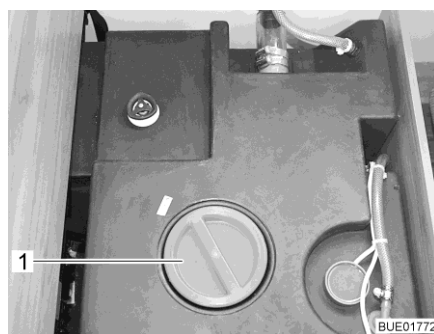
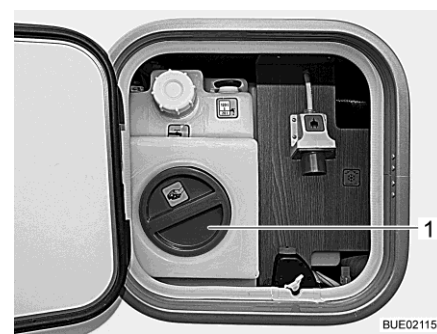

Fig. 277 Apertura per la pulizia sul serbatoio dell'acqua
Fig. 278 Apertura per la pulizia sul serbatoio dell'acqua (unità di servizio)
- Staccare il coperchio (Fig. 277,1 o Fig. 278,1) del serbatoio dell'acqua.